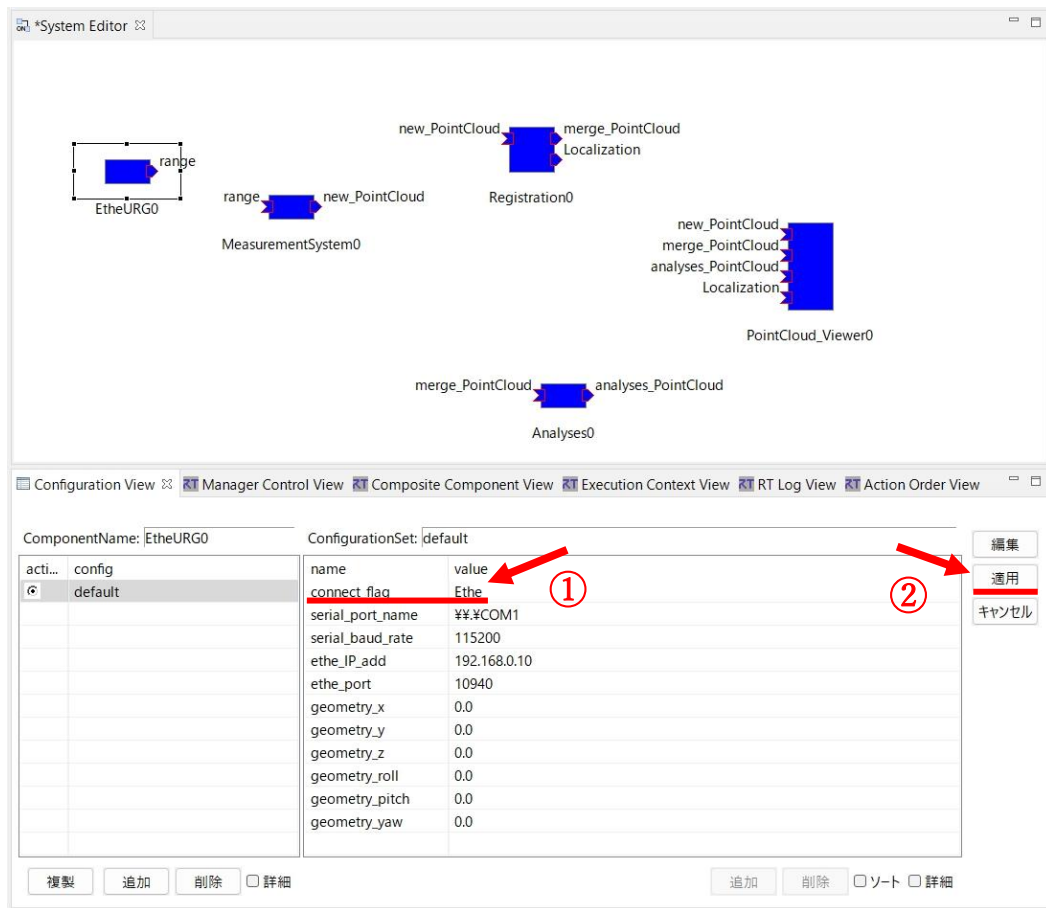
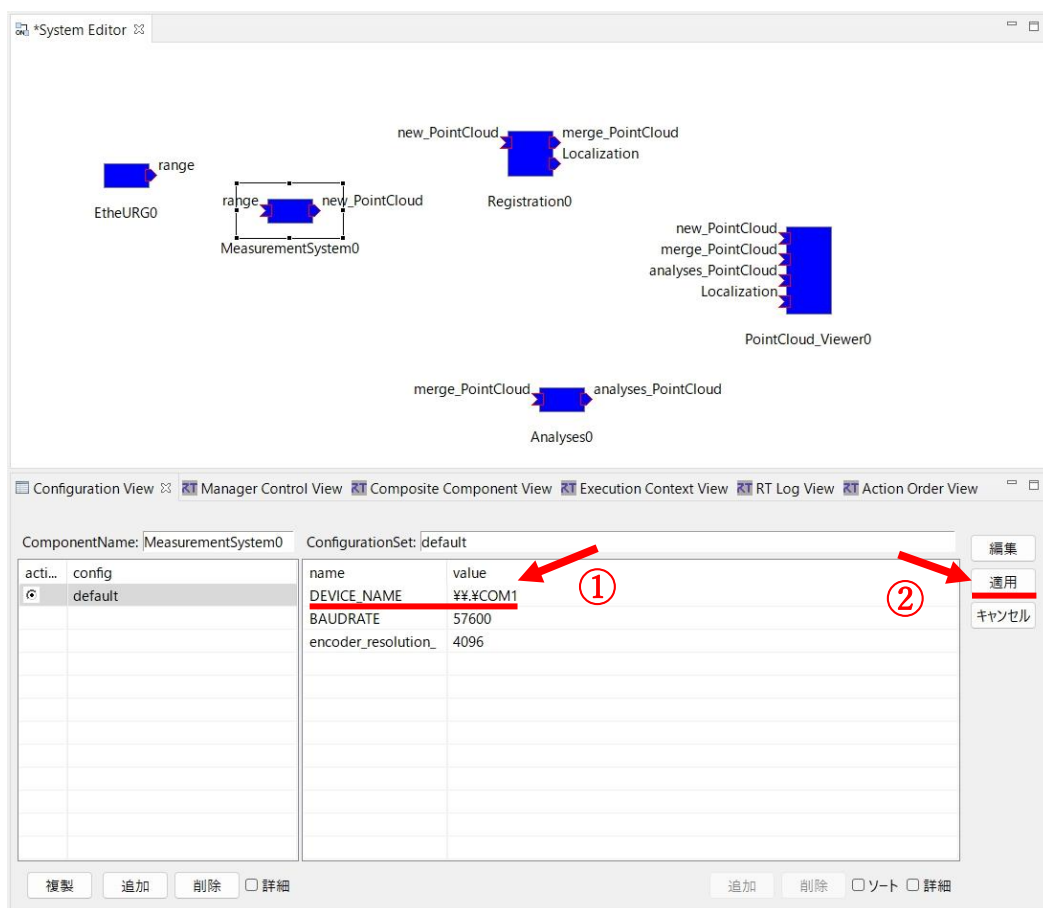

図 31 "EtheURG0" の Configuration ポート変更画面
図 32 "MeasurementSystem0" の Configuration ポート変更画面
- ⑪ 図 31 および図 32 のように[System Editor]上で，[EtheURG0]と[MeasurementSystem0]，[PointCloud_Viewer0]は画面中央下部の[Configuration View]で Configuration ポートのデータを変更できる．基本的に変更しないが，「3.3 開発した RTC の概要」の各項目を参考に[EtheURG0]と[MeasurementSystem0]において，使用するデバイスに対する適切な接続方法にポート名等を変更する必要がある．